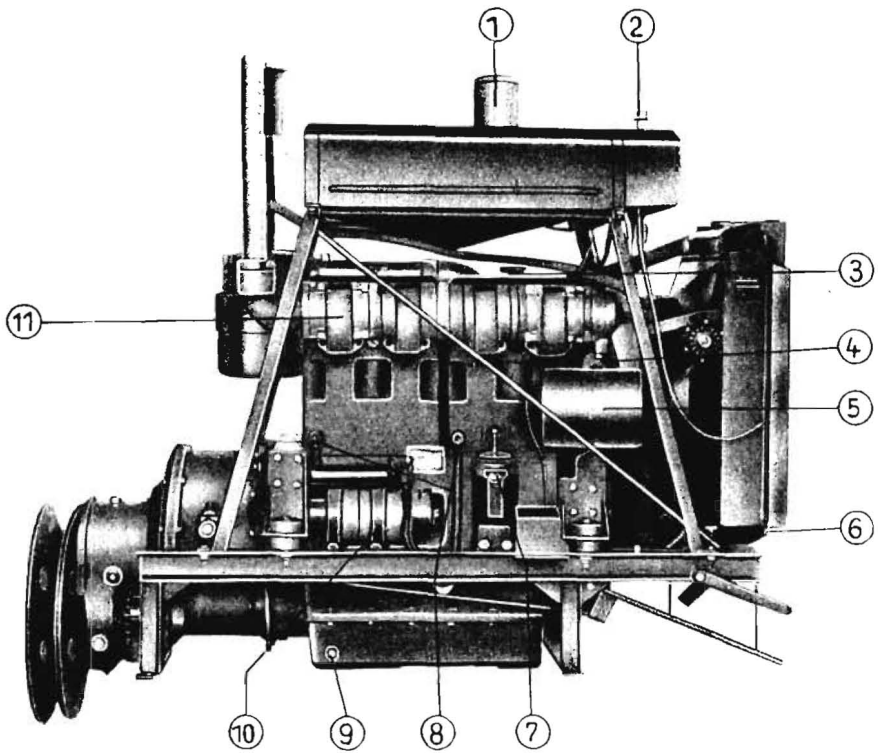

Bild 2 Motor-Vorderseite
2.2 Allgemeine Beschreibung des Motors (Bild 2 und 3)
Staubteile, die vom Ansaugzyklon kommen, werden ebenfalls entweder nach außen geführt oder verbleiben in der Staubkammer. Die Staubkammer ist von Zeit zu Zeit zu entleeren. Die Entleerungszeit richtet sich nach dem Staubanteil der angesaugten Luft. Die Entleerung erfolgt durch das Herausdrehen des Gewindestückes auf der linken Seite des Auspuffzyklones. (Siehe Bild 2 Nr. 4.)